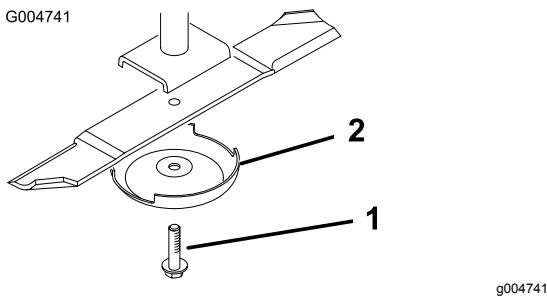

Bild 29
3. Entfernen Sie die Messerschraube, die Antiskalpierkoppe und das Messer von der Spindelwelle (Bild 29).